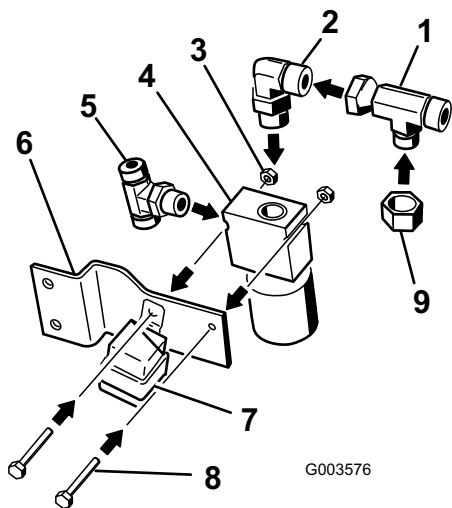

Figura 11
1. Montate i raccordi nelle posizioni illustrate nelle figure. Montate il raccordo a T sul lato della valvola. Il raccordo a T da utilizzare è riportato nella Figura 11.
2. Montate un gomito piccolo a 90° sopra la valvola (Figura 11).
3. Montate l'adattatore a T sul gomito a 90°. Il raccordo a T da utilizzare è riportato nella Figura 11.
4. Montate il cappuccio sull'adattatore a T (Figura 11).
6. Montate la valvola sulla staffa della valvola con due bulloni (1/4 x 1-3/4 pollici) e due dadi (1/4 pollice) (Figura 11).